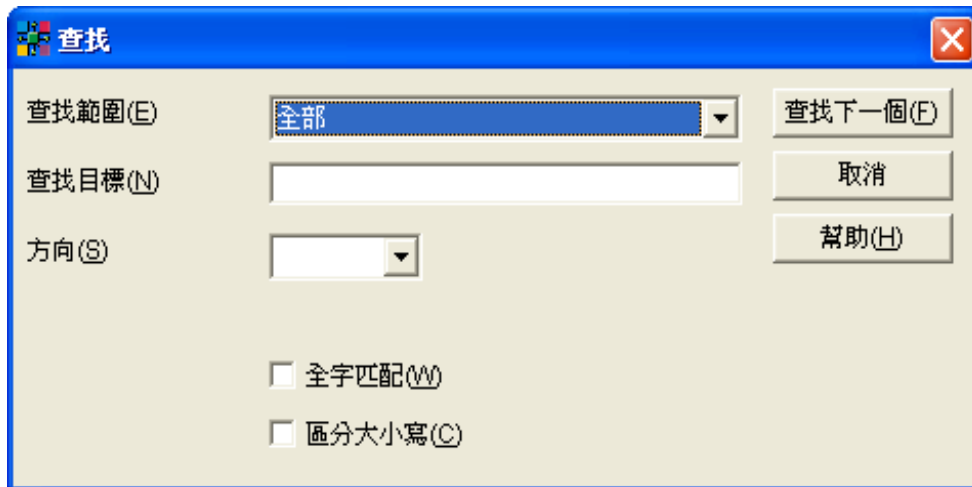

图 36
查找就是在某文件柜内容中查找某目标。具体操作：打开某一文件柜，点击菜单栏“查看/查找”或同时按 Ctrl 键和 F 键，在打开的查找窗口（见图 36）中输入查找目标后，点击“查找下一个”即可
**栏位说明（图 36）**